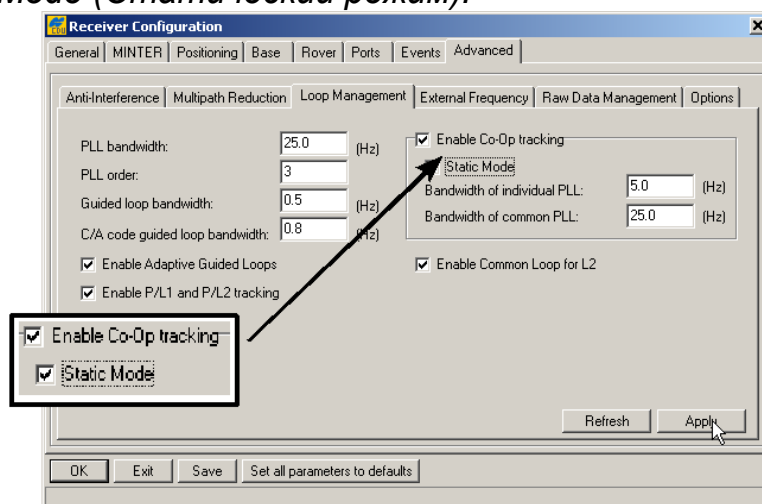

Рисунок 2-13. Дополнительные функции - Настройка петель слежения
5. Выберите вкладку *Loop Management* (*Настройка петель слежения*), выберите указанные ниже поля и щелкните на кнопке *Apply* (*Применить*), см. рис. 2-13: